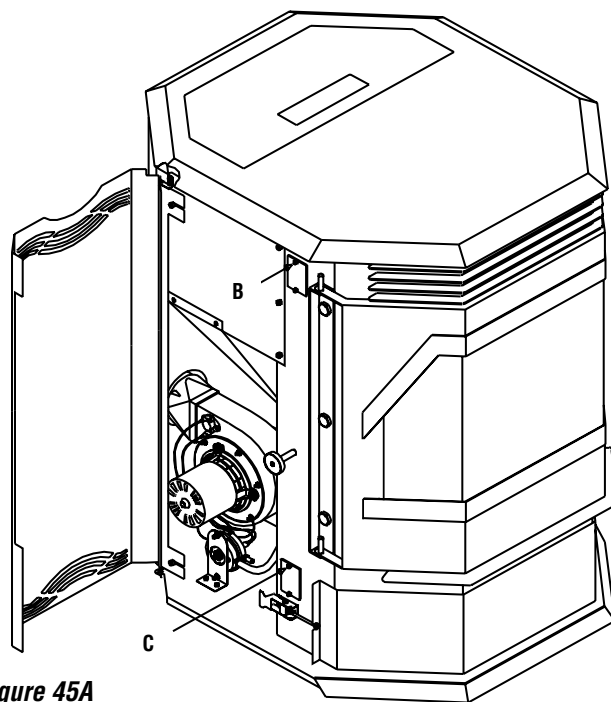

Figure 45A
Vérifier régulièrement l'état des joints de la porte, de la vitre et du tiroir à cendres et les remplacer le cas échéant. Vérifier les joints plats des panneaux d'accès (**Figure 45A**, repères B et C) et les remplacer le cas échéant.
1. Ouvrir les portes droite et gauche pour accéder aux passages d'évacuation latéraux (voir repères B et C, **Figure 45A**).
2. L'appareil présente, de chaque côté, deux passages de 25 x 50 mm (1 x 2 po), un en haut et un en bas (voir repères B et C, **Figures 45A, 45B et 45C**).